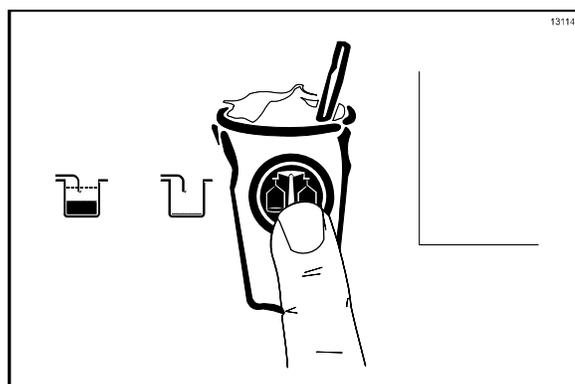

Figura 42
1. Pressione o símbolo CALIBRAR 🍹 para exibir as opções do menu. Os símbolos CALIBRAR 🍹 e AUTOMÁTICO ❄️ no lado do shake e o símbolo SABOR OPCIONAL 🍷 acenderão. (Veja a Figura 42.)